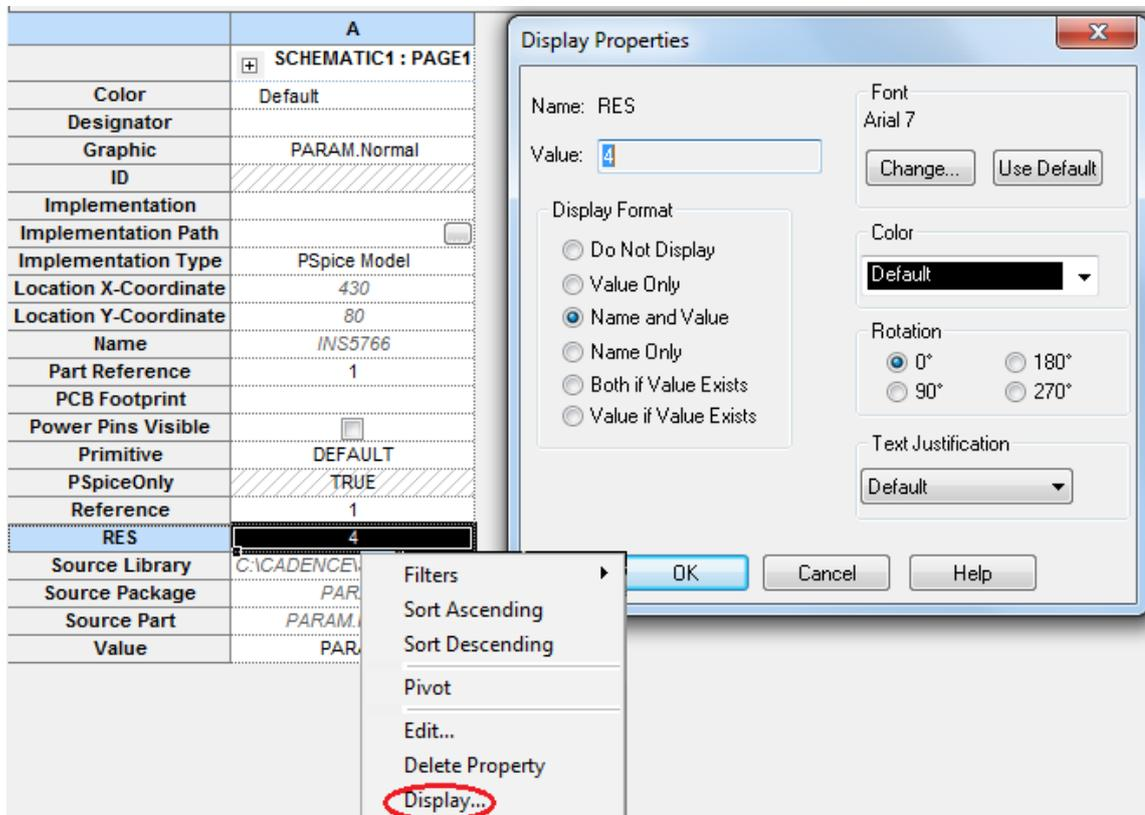

Рис. 1.45. Проверка установок
5. Выделяем строку RES, правой кнопкой мыши открываем меню и выбираем Display. Проверяем правильность установок (рис. 1.45). Нажимаем OK.